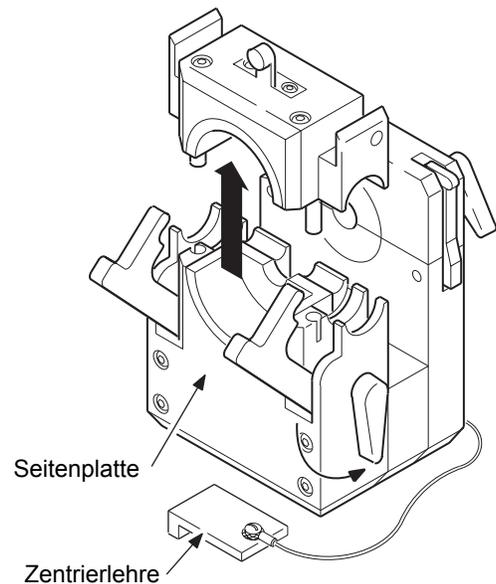

Abbildung 19 Entfernen des Oberteils der Seitenplatte
5. Lösen Sie die Verriegelung des Oberteils der Seitenplatte CWS-5FSP2. Siehe Abbildung 19.